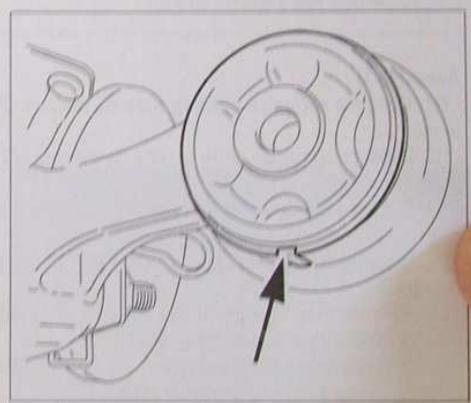

FIG. 22
• Repérer la position du palier élastique par rapport au bras de l'essieu (Fig.22).
- engager le palier neuf sur le bras en respectant les repères faits à la dépose (Fig.22) puis utiliser des mandrins de diamètre appropriés (outils Citroën 4702-T.A, T.B, T.E et T.F).